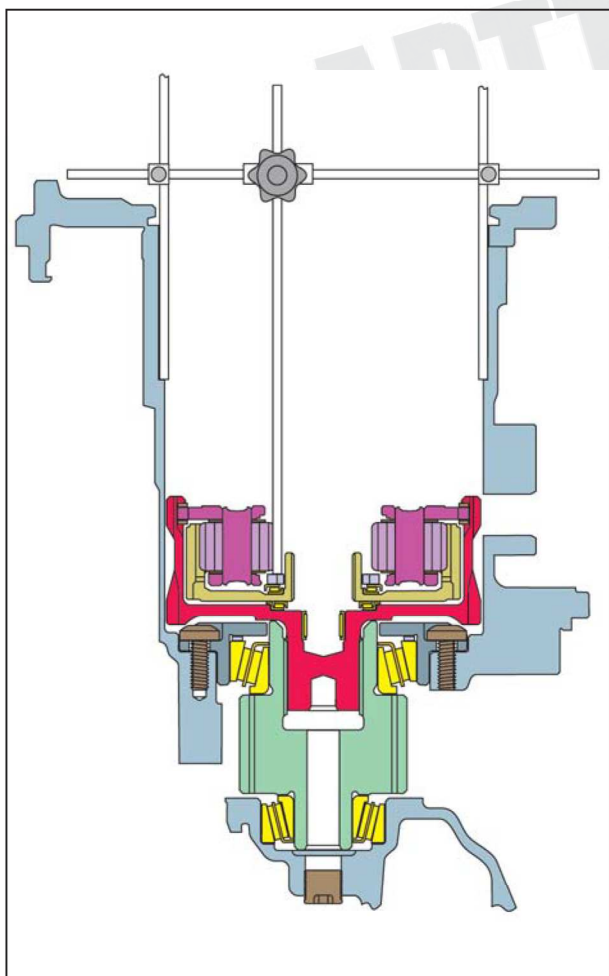

Figura 230
4. Abaixе a haste de ajuste até a a superfície do calço helicoidal no carregador planetário de saída, conforme mostra a figura 230, e aperte o parafuso trava da haste de ajuste.